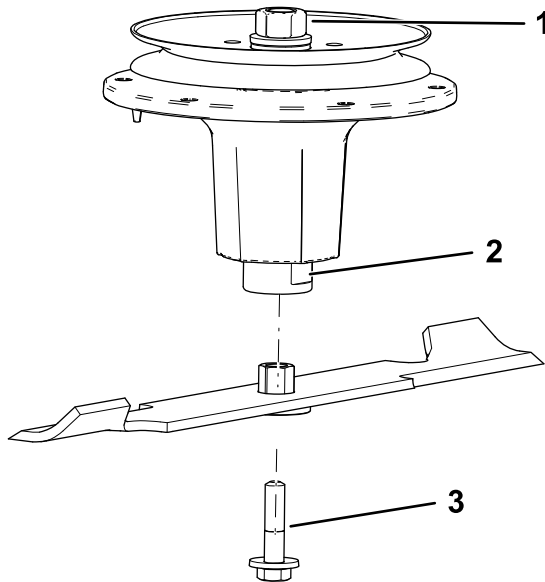

Figure 82
2. Installez l'ensemble douille et lame sur l'axe de pivot (Figure 82).